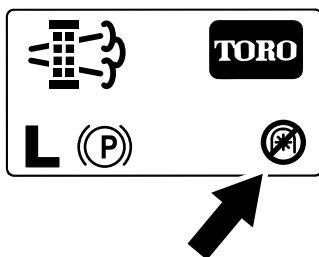

Рисунок 43
**Примечание:** На главном экране отобразится значок «BOM выключен» (Рисунок 43).
**Примечание:** На главном экране отобразится значок «BOM выключен»; см. Рисунок 43 в разделе Сообщения о стационарной регенерации \(страница 45\).